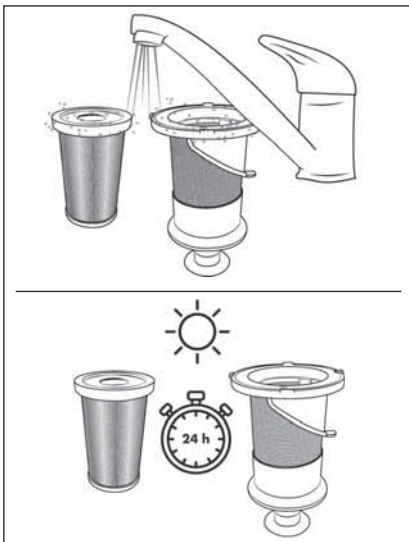

Fig. 20
- 5) Rincez le filtre HEPA ⑤ et le filtre en acier inoxydable ⑥ sous l'eau froide ou tiède. Laissez le filtre HEPA ⑤ et le filtre en acier inoxydable ⑥ sécher complètement à l'air avant de les replacer dans le bac à poussière ⑦ (voir fig. 20).
① Remarque :
- Lors du nettoyage du filtre en acier inoxydable ⑥, faites attention à ne pas perdre la tubulure en caoutchouc située sur l'ouverture inférieure.